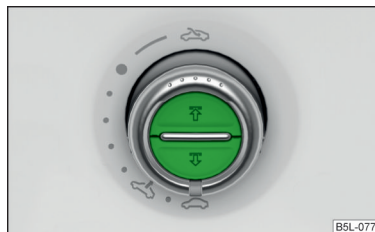

Fig. 41
Operarea ruloului parasolar » fig. 41
- › Cuplați contactul și aduceți comutatorul în poziția ⇐ » *fig. 41 la pagina 60.*